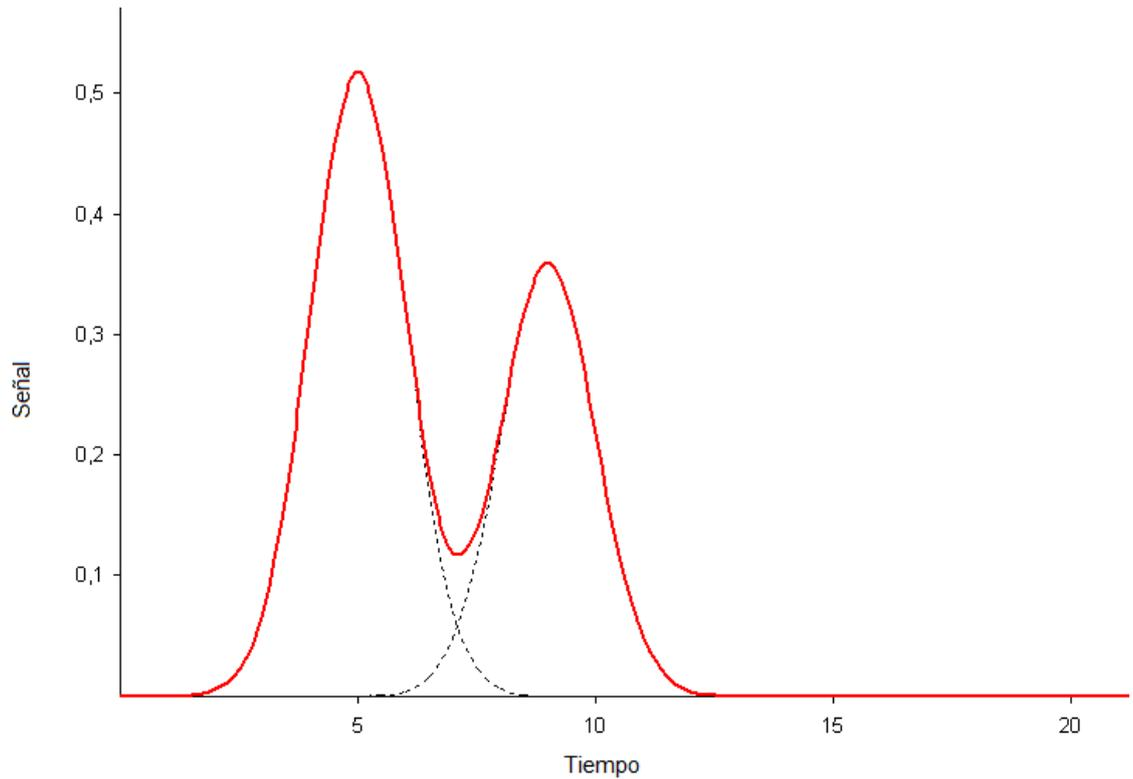

Figura 1. Cromatograma
- En base al siguiente cromatograma ¿qué podría modificar para lograr una adecuada separación de los compuestos mostrados en la figura 1, si cuenta con un equipo de HPLC que permite solo elución isocrática? **Explique en máximo 10 líneas. (5 puntos)**